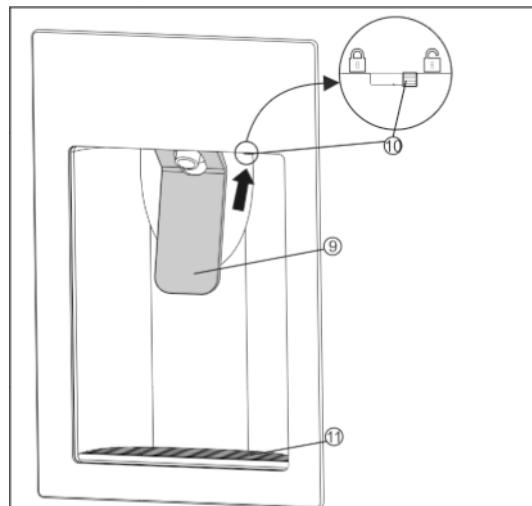

Fig. 23
- ▶ Чтобы набрать холодную воду, вдавите стаканчиком лопатку Fig. 23 (9) назад.
- ▶ В чаше под решёткой Fig. 23 (11) может собраться несколько капель воды. Слегка нажмите на решётку в направлении назад и извлеките её. Уберите воду салфеткой.
В раздаточном блоке смонтирован фиксатор Fig. 23 (10), позволяющий лопатку Fig. 23 (9) заблокировать. Фиксатор Fig. 23 (10) можно сместить влево и вправо. Таким образом обеспечивается защита от детей.